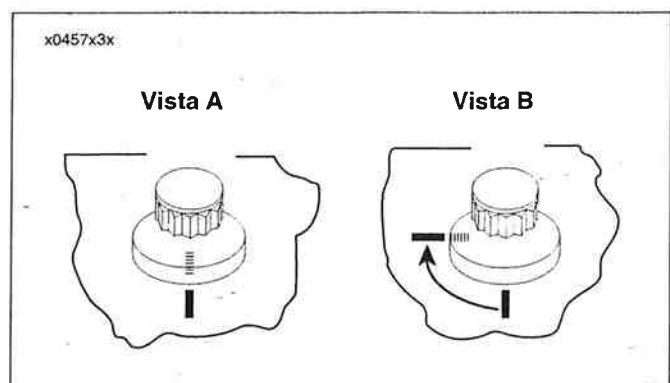

Figura 3-68. Apretado de los pernos de la culata
- c. Vea la Figura 3-68. Marque la culata del cilindro y el borde del perno de la culata con una línea como se muestra (vista A).